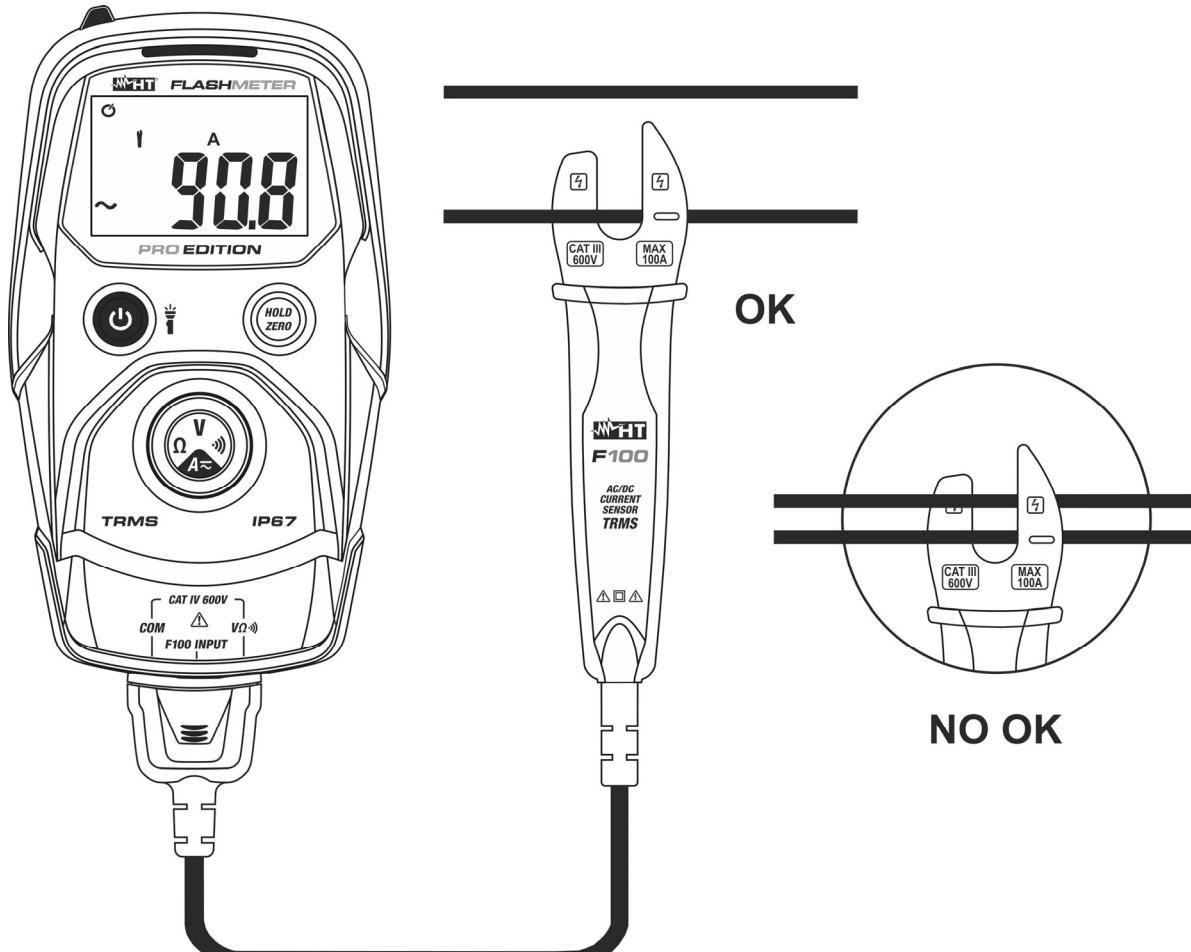

Fig. 7: Uso del instrumento para la medida de Corriente CA/CC
4. Conectar la pinza F100 al conductor en prueba (ver Fig. 7) prestando atención al símbolo de flecha \Rightarrow dentro del toroide para indicar el sentido positivo de la corriente y posicionarlo en el centro del mismo para obtener una medida precisa. El valor de la corriente se muestra en la pantalla
5. La visualización del símbolo **-** sobre el visualizador del instrumento indica que la tensión tiene sentido opuesto respecto a la conexión de la Fig. 7